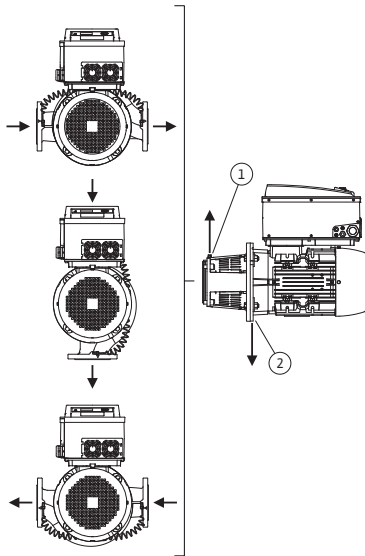
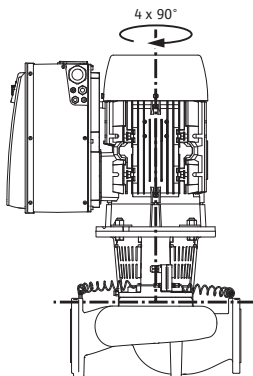

Fig. 18: Zulässige Einbaulagen mit horizontaler Motorwelle
Fig. 19: Zulässige Einbaulagen mit vertikaler Motorwelle
Die zulässigen Einbaulagen mit horizontaler Motorwelle und Elektronikmodul nach oben (0°) sind in Fig. 18 dargestellt. Nicht abgebildet sind die zulässigen Einbaulagen mit seitlich montiertem Elektronikmodul ($\pm 90^\circ$). Jede Einbaulage außer „Elektronikmodul nach unten“ (-180°) ist zulässig. Die Entlüftung der Pumpe ist nur gewährleistet, wenn das Entlüftungsventil nach oben zeigt (Fig. 18, Pos. 1). Nur in dieser Position (0°) kann anfallendes Kondensat gezielt über vorhandene Bohrungen, Pumpenlaterne sowie Motor (Fig. 18, Pos. 2) abgeführt werden. Dafür den Stopfen am Motorflansch entfernen.
Die zulässigen Einbaulagen mit vertikaler Motorwelle sind in Fig. 19 dargestellt. Jede Einbaulage außer „Motor nach unten“ ist zulässig.
- Das Entlüftungsventil an der Laterne (Fig. 6, Pos. 1.31) muss bei horizontaler Motorwelle immer nach oben zeigen (Fig. 6a: und Fig. 6b:). Bei vertikaler Motorwelle ist jede Orientierung zulässig. Siehe hierzu auch Fig. 18: „Zulässige Einbaulagen mit horizontaler Motorwelle“ auf Seite 27 bzw. Fig. 19: „Zulässige Einbaulagen mit vertikaler Motorwelle“ auf Seite 27.
- Bei horizontaler Motorwelle ist die Lage der Kondensatbohrung nach unten erforderlich (Fig. 18, Pos.2). Gegebenenfalls muss der Motor entsprechend gedreht werden.